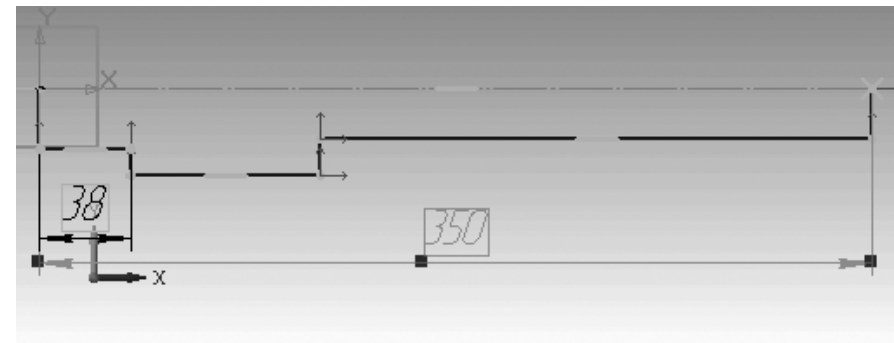

Рис. 2.51. Результат выделения размерной линии – общего размера вала
- щелкните по перемещаемой размерной линии. В нашем примере по размерной линии общего размера вала. Она высветится зеленым цветом. Одновременно появятся на размерной линии три характерные точки (рис. 2.51).